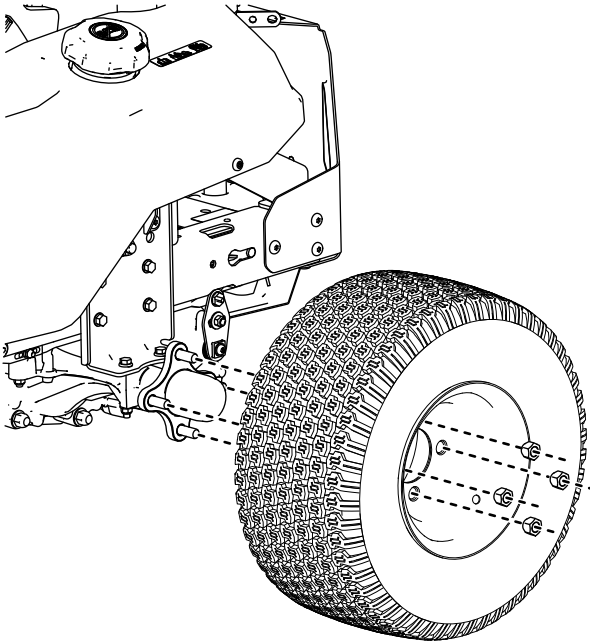

Figura 2
7. Retire os pneus traseiros como se mostra na Figura 2.